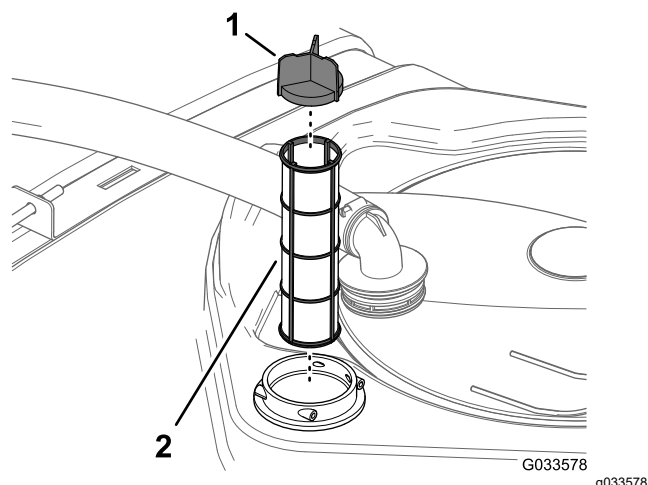

Figure 51
4. Sortez la crépine d'aspiration du logement du filtre dans la cuve (Figure 51).